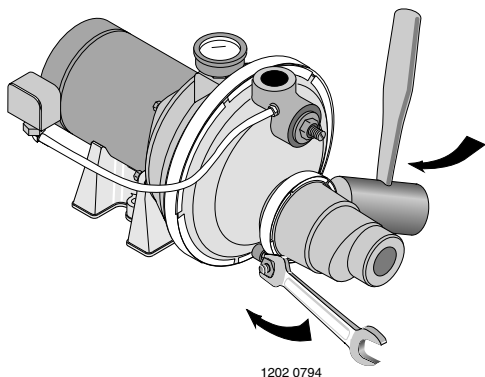

Figure 8 : Poser l'éjecteur
- 2 ° Installer les trousse d'éjecteurs FP4875 et 29650 (les nécessaires sont vendus séparément). Suivre les instructions fournies avec le nécessaire. S'assurer de bien aligner le venturi avec le trou supérieur qui se trouve à l'avant de la pompe (voir la Figure 8).